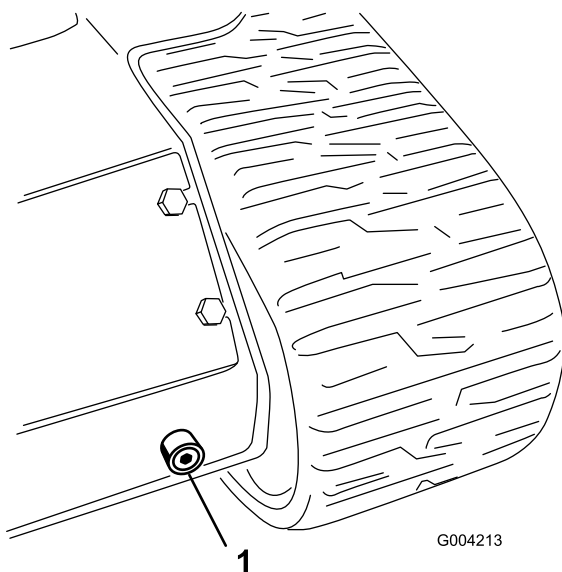

Рисунок 58
6. Разместите большой дренажный поддон (емкостью 15 галлонов США) под дренажной пробкой в передней части тягового блока (Рисунок 58).
7. Снимите сливную пробку и дайте маслу стечь в поддон (Рисунок 58).